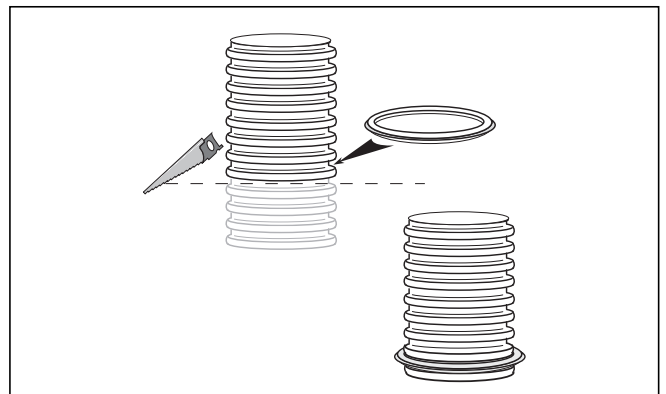

Abb. 4.29 Flexible Abgasleitung kürzen und Dichtung montieren
- Anschließend montieren Sie die Dichtung in der untersten unbeschädigten Rille der Abgasleitung (siehe Abb. 4.29).